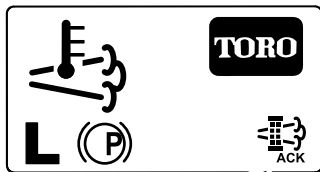

Bild 65
8. Im InfoCenter wird der Homebildschirm angezeigt; das Symbol für die Bestätigung der Regenerierung (Bild 65) wird unten rechts auf dem Bildschirm angezeigt, wenn die Regenerierung ausgeführt wird.